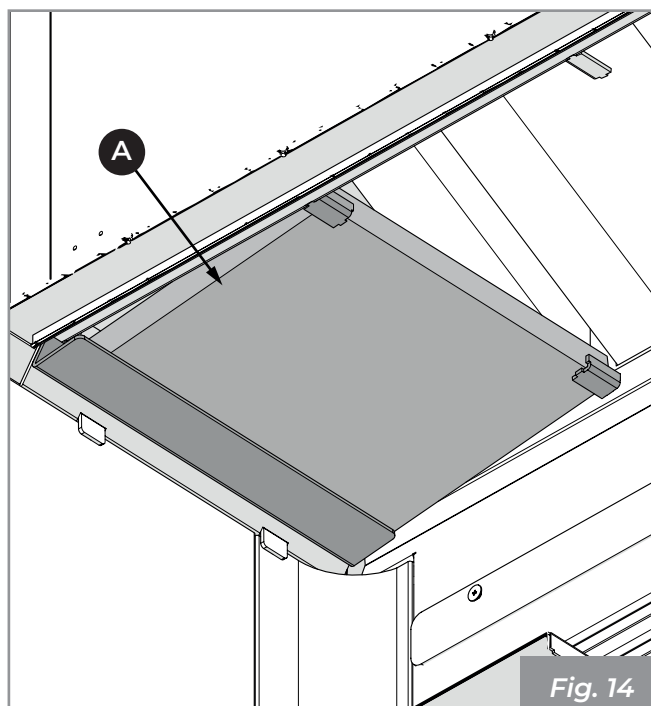

Fig. 14
- 1) Faire glisser et retirer le déflecteur inférieur (A) (Fig. 14).